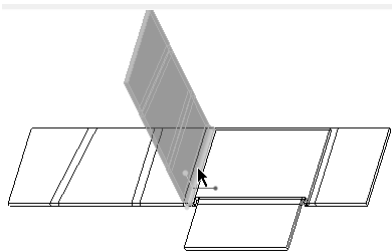

图 4-22 选择要添加到序列中的折弯
(4) 单击“添加折弯”，接着选择图 4-22 所示的一个折弯作为要添加到当前序列 1 中的折弯。